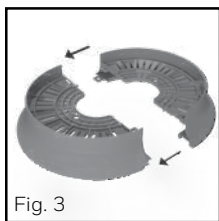

Fig. 3
- Alignez les pièces frontales et arrière de la base et poussez délicatement les moitiés jusqu'à ce que les pièces s'enclenchent ensemble (Fig 3).